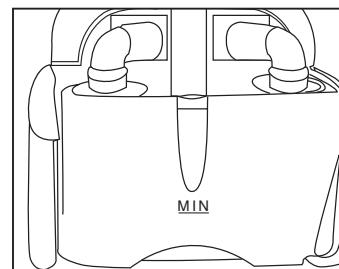

**Abb. 3**
- Deckel (1) des Schmutzwasserbehälters (2) folgendermaßen abnehmen:
- Verriegelungshaken (b) gegen den Behälter drücken. Abb. 3;
- Verriegelungshaken (a) drücken und gleichzeitig den Deckel (1) hochheben. Abb. 3.